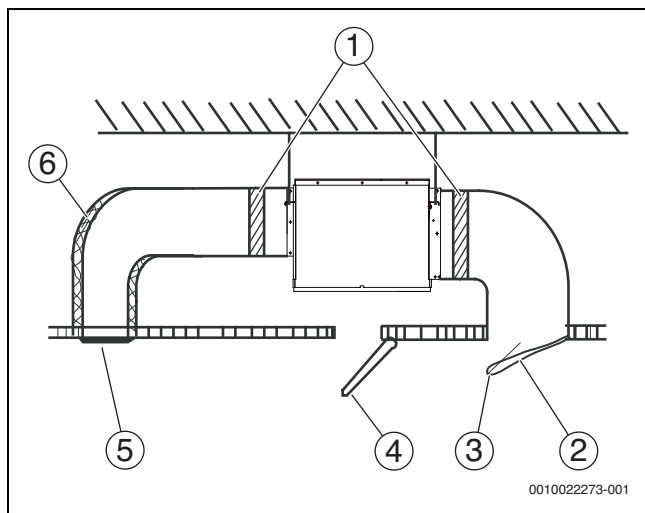
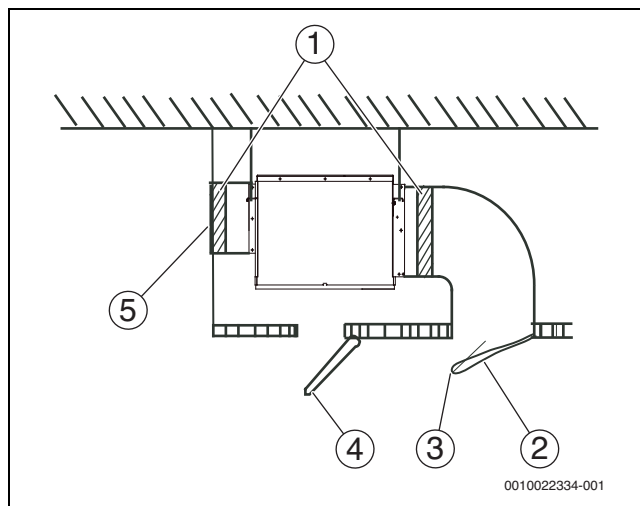

fig. 237 Njësi kanali me kërkesa për presion statik
fig. 238 Njësi kanali pa kërkesa për presion statik.
6. Lidhni kanalën e ajrit siç tregohet në Fig. 237 ose 238. Kërkohet përgatitja në vend për të gjithë komponentët përveç kondicionerit.
Legjenda Fig. 237 dhe Fig. 238: